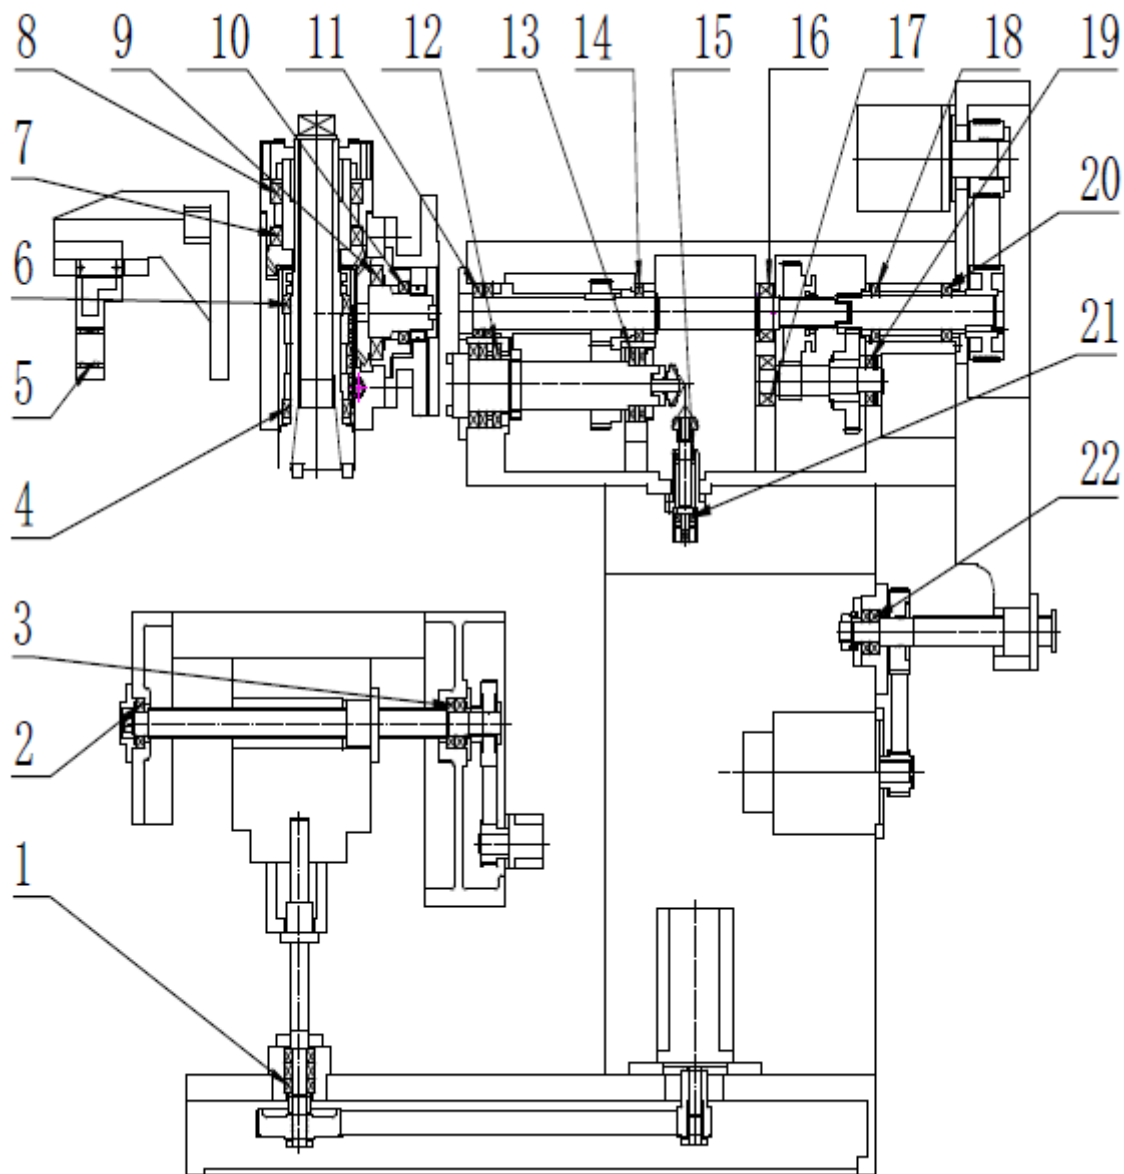

Рис. 12: Распределение подшипников системы трансмиссии
11. Перечень роликовых подшипников (для WFM750 и WFM800) (см. рис. 12)